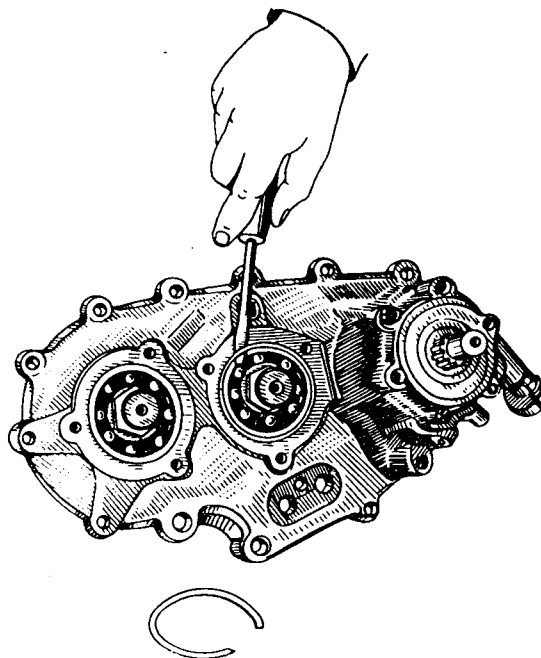
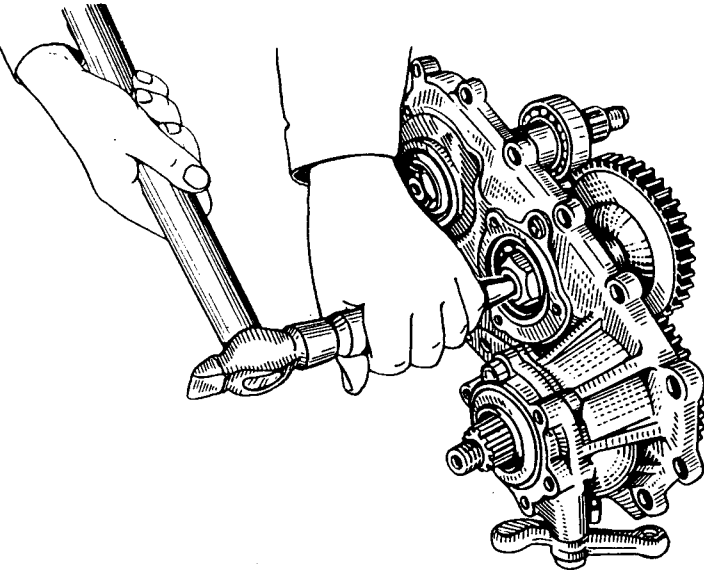

Bild 106. Ausbau der Lagersicherungsringe
Bild 107. Austreiben der Verteilergtriebewellen
11. Lagerdeckel der Vorgelegewelle und der Vorderachsantriebswelle abnehmen. Sicherungsringe der Lager abnehmen (Bild 106) und Wellen austreiben (Bild 107).